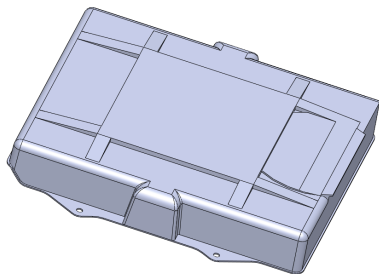

图 8-36 动态修改零件特征
(5) 执行操作后，即可动态修改零件特征，效果如图 8-36 所示。